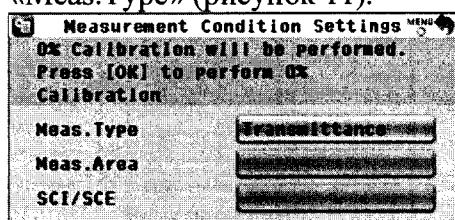

Рисунок 11
8.2.2.4 При измерении пропускания провести калибровку. Для этого нажать на кнопку «CAL». Отобразиться экран «Measurement Condition Settings», установить после «Transmittance» в настройке «Meas.Type» (рисунок 11).